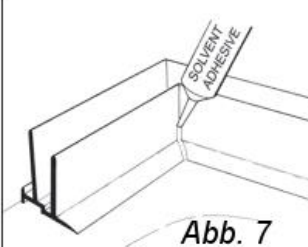

Abb. 7
8. Tragen Sie eine saubere, großzügige Menge des Lösungsmittelklebstoffes auf die Eckverbindungen der LEISTE 1 auf. Der Klebstoff schrumpft bzw. zieht sich während des Trocknungsvorgangs zusammen.....(Abb. 7)